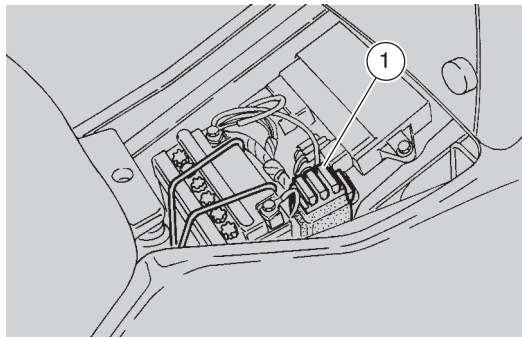

Fig. 53
- extraire un fusible à la fois (1-Fig. 53) et contrôler si le filament est interrompu;